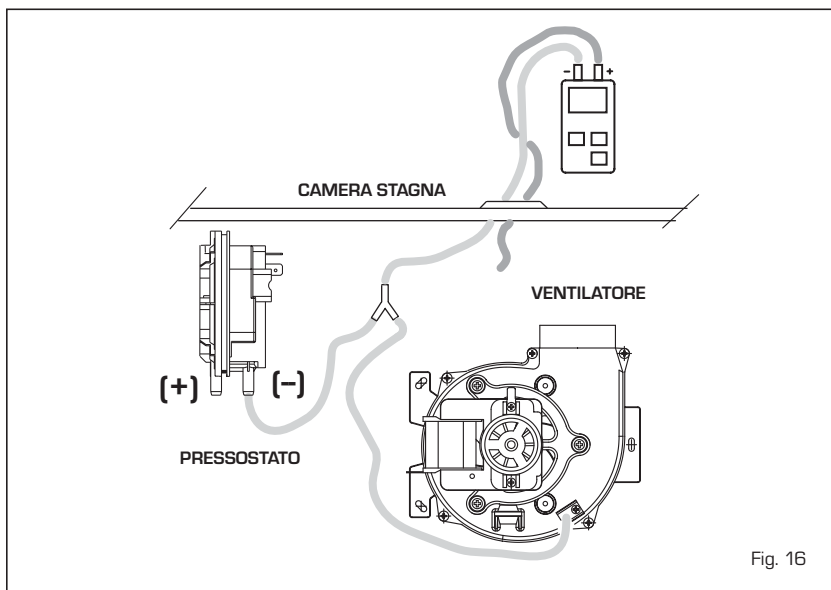

Fig. 16
3.9 PRESSOSTATO FUMI "25-30 BF" (fig. 16)
in grado di garantire la funzionalità della caldaia anche con tubazioni di aspirazione e scarico al limite massimo di lunghezza consentita. Il valore di segnale al pressostato viene misurato con un manometro differenziale collegato come indicato nella fig. 16.